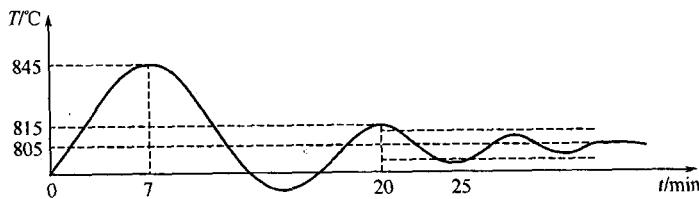

图 1-6 化学反应器温度控制系统的过渡过程曲线
**【例 1-8】** 某化学反应器工艺规定操作温度为  $(800 \pm 10)^\circ\text{C}$ 。为确保生产安全，在控制过程中温度最高不得超过  $850^\circ\text{C}$ 。现运行的温度控制系统，在最大阶跃扰动下的过渡过程曲线如图 1-6 所示。